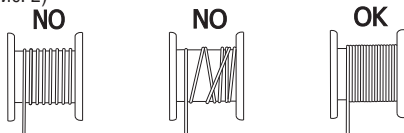

Рисунок 2
1. Перед началом работы убедитесь, что кабель правильно намотан на катушку (рис. 2)